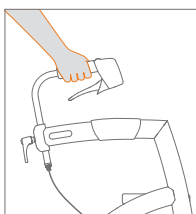

Abbildung 19: Fahren.
- a. Halten Sie die Finger beim Gehen locker um die Handgriffe (**Abbildung 19**). Sie können sie zusätzlich um die Handbremsen halten, mit dem Daumen auf der Innenseite des Handgriffs.